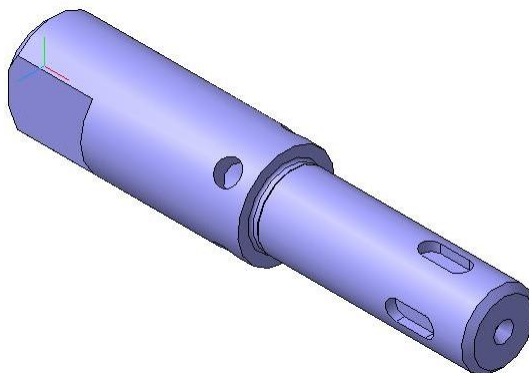

Рис. 1
15. Создайте новый вид  в масштабе М2:1. Базовую точку вида расположите на формате согласно рис. 1. Для выполнения выносного элемента откройте **Конструкторскую библиотеку** и выберите в разделе **Конструктивные элементы Канавки для выхода шлифовального круга** «Наружное шлифование по цилиндру».
Заполните основную надпись согласно рис. 1.
Задание. Выполните пространственную модель детали, изображенной на рис. 1 в следующем порядке: